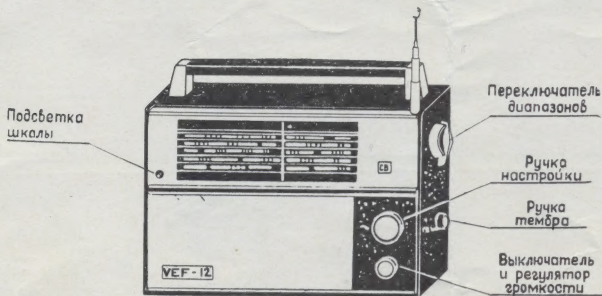
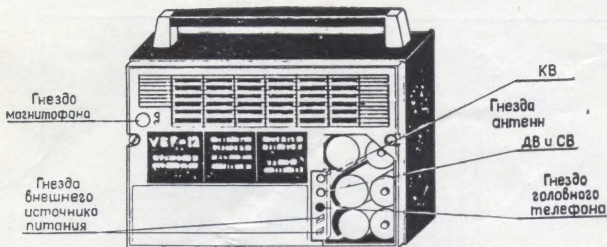

Рис. 1.
Рис. 2.
б) вставить в отсек источники питания, согласно рис. 2.
2. Включение приемника производится путем поворота ручки регулятора громкости (рис. 1) по часовой стрелке до щелчка. После включения приемника установить среднюю громкость.
Вращая ручку настройки (рис. 1), установите указатель на деление шкалы, соответствующее длине волны принимаемой станции. Поворачивая приемник вокруг вертикальной оси, а также медленным поворотом ручки настройки в обе стороны, точно настроить приемник, а затем увеличить громкость. Прием может быть осуществлен и на внешнюю антенну, подключив ее к гнезду ДВ СВ (рис. 2).
Ручку тембра (рис. 1) установить в наиболее приятный для слушателей тембр звучания;
б) при приеме на коротковолновых диапазонах, поворотом барабанного переключателя установить желаемый диапазон. Осторожно выдвинуть телескопическую антенну сначала за головку (рис. 1), а затем каждое колено в отдельности до упора (всего 7 колен). При выдвижении и пользовании антенной, во избежание поломок, не следует изгибать ее в сторону. Прием может быть осуществлен и на внешнюю антенну, подключив ее к гнезду КВ (рис. 2).
4. Магнитная звукозапись и воспроизведение магнитной звукозаписи производится путем подключения к гнезду магнитофона (рис. 2) при помощи нормализованного штепселя. Уровень записи регулируется только в магнитофоне. При воспроизведении звукозаписи громкость регулируется регулятором громкости приемника.
Подключение внешнего громкоговорителя (или головного телефона) производить при помощи нормализованного штеккера в гнездо (рис. 2).